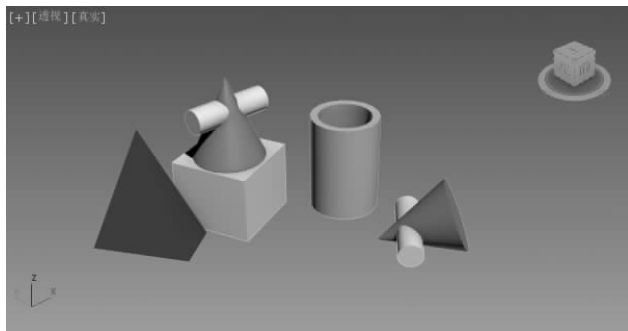

图 3.23 创建管状体
(9) 单击“几何体”按钮,在“对象类型”卷展栏下单击“管状体”按钮,创建的管状体如图 3.23 所示。